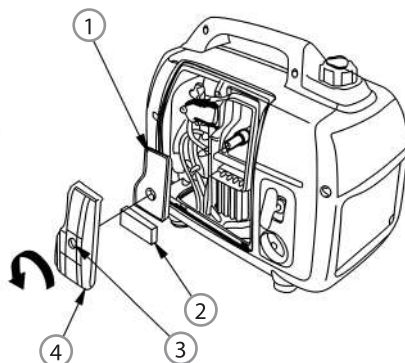

Рис. 23
2. Открутите винт 3 и снимите крышку фильтра 4 (рис. 23).